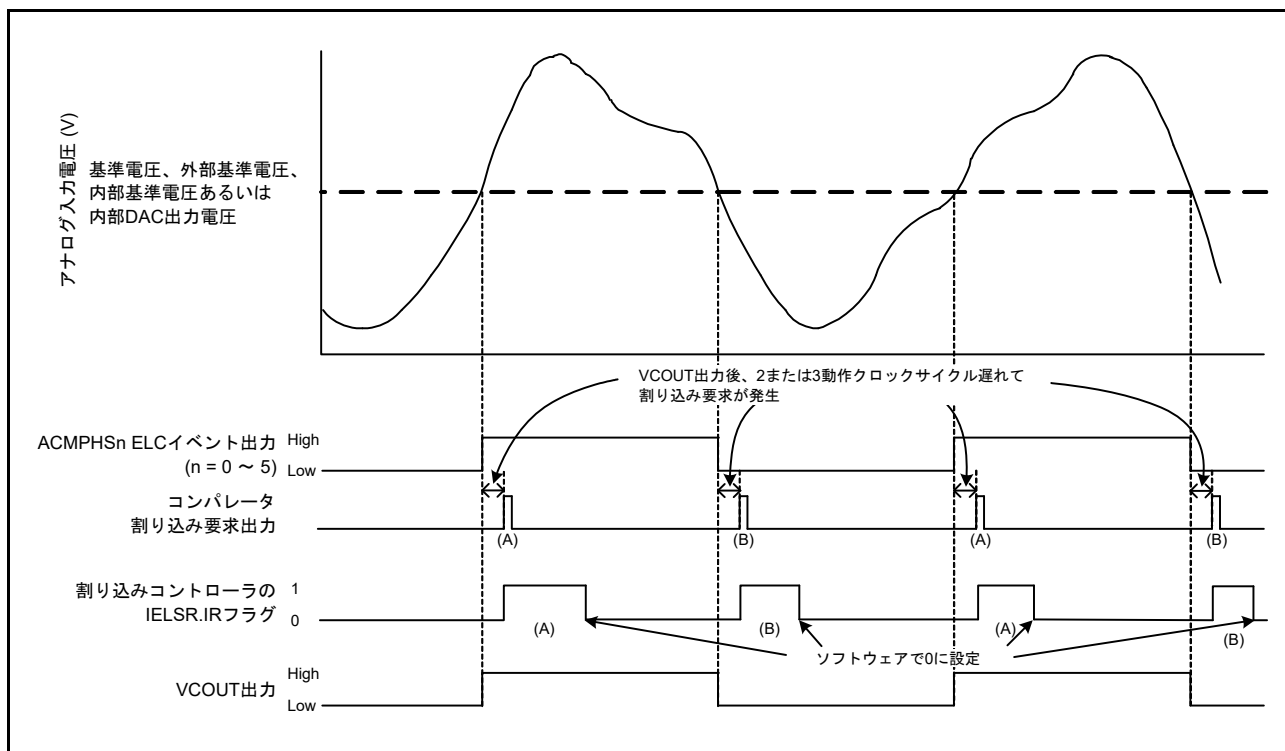

図 48.2 ACMPHS の動作例
ACMPHS の動作例を図 48.2 に示します。アナログ入力電圧が ACMPHS 基準入力電圧より高くなると VCOOUT 出力は 1 になり、低くなると 0 になります。ACMPHS 出力が変わると、割り込み要求および ELC イベントが出力されます。
図 48.2 は CPOE = 1 (端子出力許可)、CDFFS[1:0] = 00b (フィルタ不使用)、および CEG1 = CEG0 = 1 (両エッジ検出を選択) の場合に適用されます。CINV = 0、CEG0 = 1、CEG1 = 0 (ACMPHS からの非反転出力信号の立ち上がりエッジ検出を選択) の場合、IELSR.IR フラグは (A) で示されるように変化します。CINV = 0、CEG0 = 0、CEG1 = 1 (ACMPHS からの非反転出力信号の立ち下がりエッジ検出を選択) の場合、IELSR.IR フラグは (B) で示されるように変化します。CPOE = 1 の場合、VCOUT は ELC イベント出力を直接出力します。